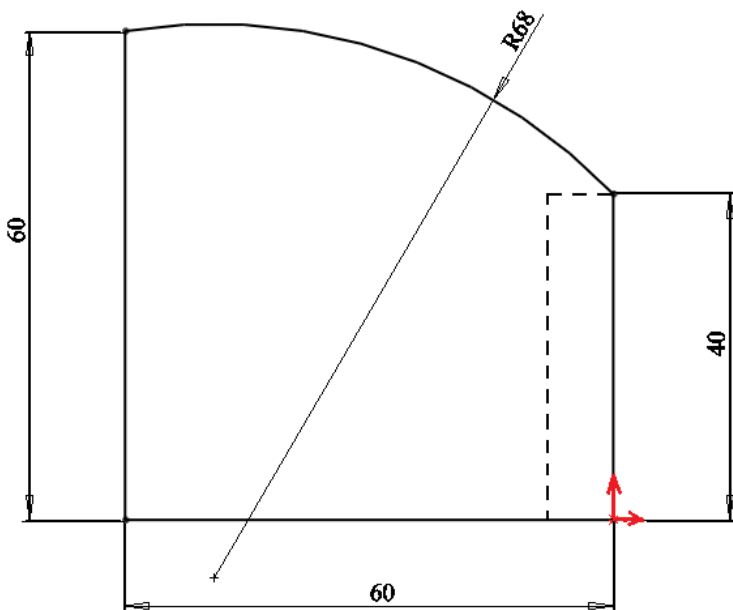

Рис. 1.4
4. На боковой поверхности создаем эскиз по рис. 1.4 и производим вытяжку на 5 мм.